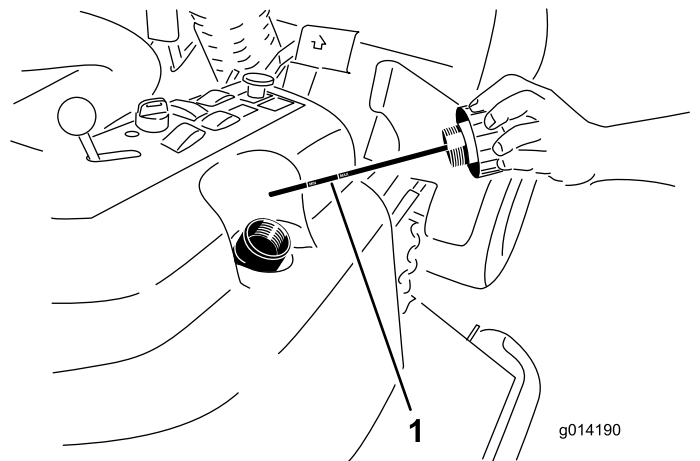

Bild 50
4. Nehmen Sie den Fülldeckel des Hydraulikbehälters vom Einfüllstutzen ab (Bild 50).
5. Nehmen Sie den Peilstab heraus und wischen Sie ihn mit einem sauberen Lappen ab (Bild 50).
6. Stecken Sie den Peilstab in den Füllstutzen und ziehen ihn dann heraus, um den Ölstand zu prüfen (Bild 50).